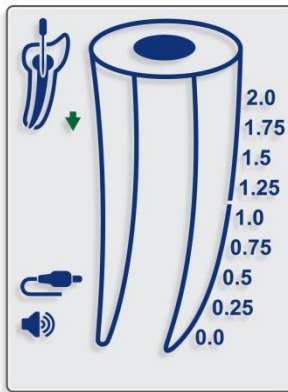
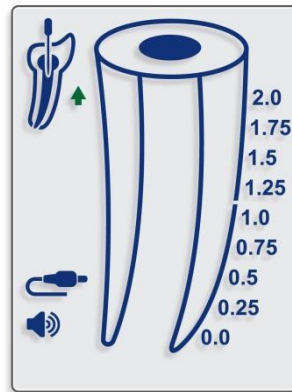

Fig. 5
Fig. 6
7.4.10 O movimento da lima dentro do canal é refletido pelas setas para baixo (DOWN) (Fig. 5) e para cima (UP) (Fig. 6) na tela.